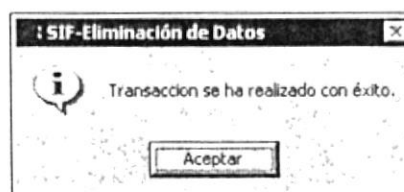

Figura 7.9 Mensaje de Información
5. Si selecciona el botón  se eliminará los datos del cliente y saldrá el mensaje de la Figura 7.9
5. Si selecciona el botón  se eliminará los datos de la ciudad y saldrá el mensaje de la Figura 7.9